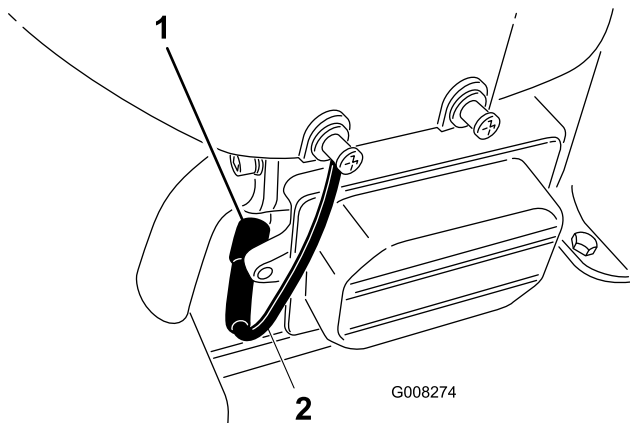

Bild 24
6. Klemmen Sie das Zündkabel von der Zündkerze ab (Bild 24).
8. Entfernen Sie die Zündkerze und die Metallscheibe (Bild 24).
3. Schließen Sie den Zündkerzenstecker an die Zündkerze an (Bild 24).